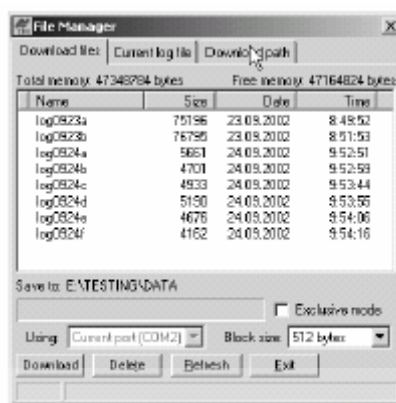

Figura 4-3. Búsqueda de archivos para descargar
- Haga clic en **Archivo►Gestor de Archivos** y a continuación en la pestaña *Ruta Descarga* de la caja de diálogo **Gestor de Archivos** (Figura 4-3).